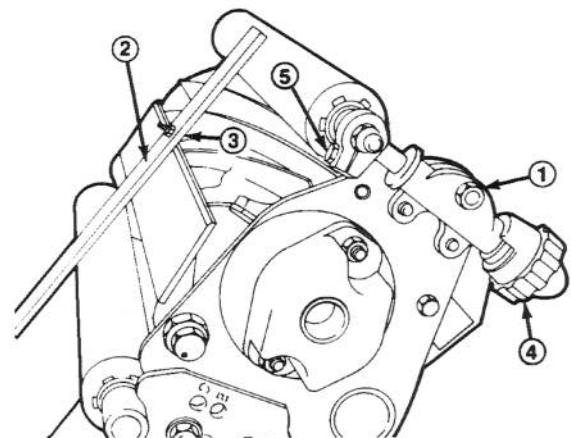

Figure 7
2. Retournez le module de coupe et desserrez les écrous de blocage fixant les vis de réglage du rouleau avant aux supports de hauteur de coupe (Fig.7).
4. Placez la barre en travers des rouleaux avant et arrière, et réglez la molette de hauteur de coupe jusqu'à ce que le dessous de la tête de la vis accroche le tranchant du contre-couteau (Fig.7).
1. Vérifiez que le rouleau arrière est dans la position de hauteur de coupe souhaitée. Desserrez les boulons fixant l'axe du rouleau avant. Faites tourner l'axe (Fig.7).
3. Serrez les boulons de l'axe du rouleau (Fig.7).